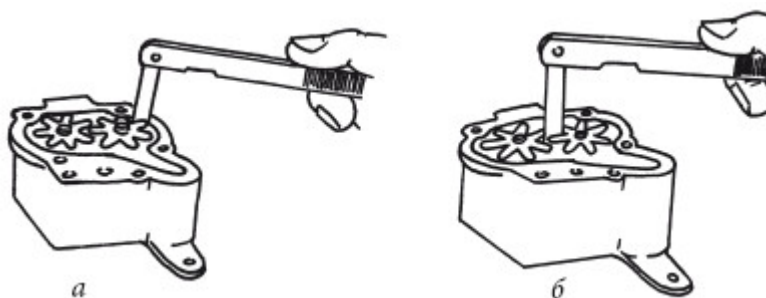

Рисунок 39. Проверка износа масляного насоса
1.4. Детали масляного насоса пришли в негодность. Снятый масляный насос разобрать и промыть его детали бензином. Затем проверить их состояние. В плоскости прилегания крышки к торцам шестерен измерить зазор, который не должен превышать 0,15 мм. Провести замеры зазоров между шестернями и корпусом (рис. 39 а), а также между самими шестернями (рис. 39 б). Масляный насос нужно заменить в том случае, если зазоры выходят за пределы допустимой нормы.